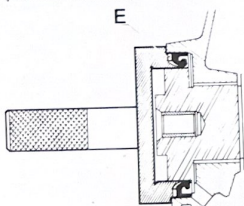

Fig. 1.44. Montaje correcto del retén para aceite sobre el cigüeñal.
b) Si el cigüeñal, es el mismo que ya llevaba el motor, es necesario introducir el retén unos 3 mm. más, con la finalidad, de que la hendidura producida por el retén anterior, no coincida con los labios de nuevo. Para ello, es necesario colocar detrás del retén (fig. 1.44) una arandela de ese espesor, de diámetro exterior el correspondiente al alojamiento, e interior el de la brida de sujeción del volante o ligeramente superior.